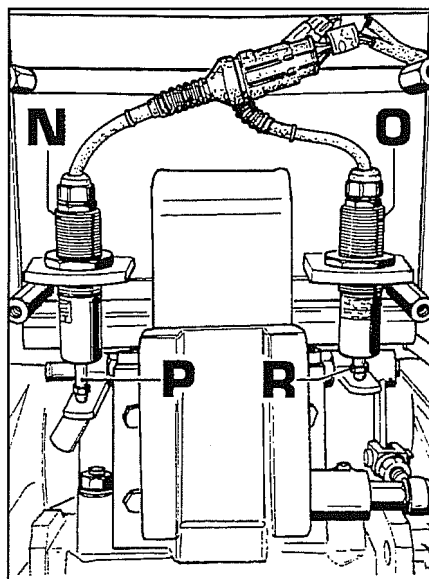

Fig. 42
1. Retirar a protecção posterior aplicada ao suporte do assento para descobrir os sensores com relativos mecanismos (ver fig.42) dos quais **N** é o sensor de comando posição e **O** o sensor de comando do esforço.
3. Verificar que as ponteiros **P-R** se encontrem em contacto com os respectivos mecanismos e que a o seu curso se encontre mais ou menos posicionado como na fig42.
#### SENSOR DA POSIÇÃO (N fig.42):
O campo de leitura da 1,8 a 3,4 Volts obtém-se com o levantador completamente baixado fazendo manualmente toda a excursão da ponteira **P** (fig.42) do sensor, respectivamente de todo fora a todo dentro.
SENSOR DO ESFORÇO (O fig.42):
O campo de leitura da 1,8 a 3,4 Volts obtém-se com o levantador completamente abaixado e fazendo manualmente toda a excursão da ponteira **R** (fig.42) do sensor, respectivamente de todo fora a todo dentro.
**Nota** - Para consentir a excursão da ponteira **R**, é necessário desligar a vareta de ligação entre a ligação 3º ponto e o mecanismo de comando do sensor (ver fig.42).